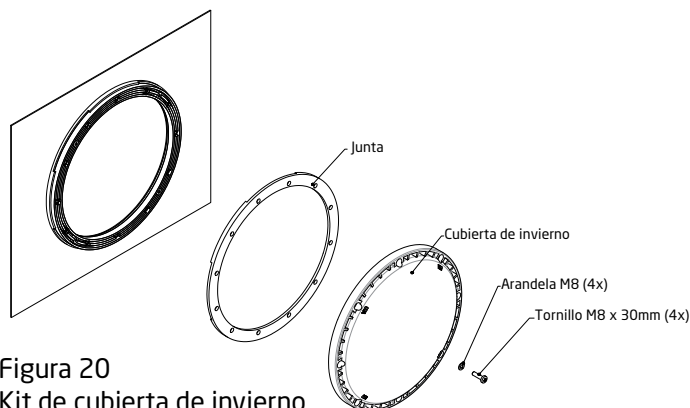

Figura 20
En áreas sujetas a temperaturas heladas, usted debería proteger su equipo. Le recomendamos que compre un kit de cobertura de invierno parte#2326000010K. Este kit incluye una (1) placa de invierno, una (1) junta, cuatro (4) arandelas M8, y cuatro (4) tornillos M8 x 30mm. (Ver Figura 20)